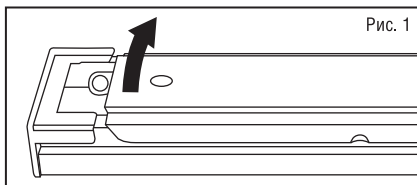

Рис. 1
- Снимите крышку с основания светильника, как показано на Рис. 1.